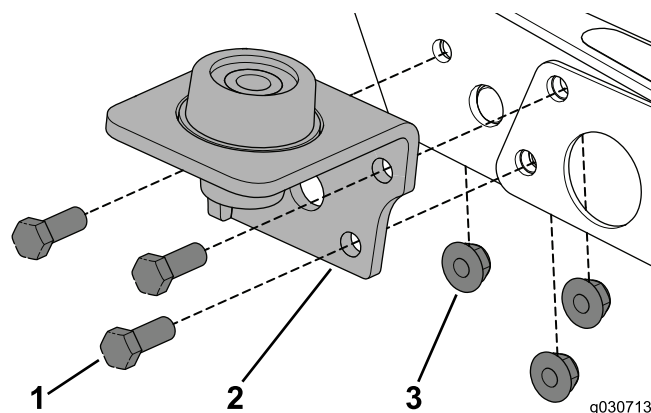

Рисунок 17
1. Снимите имеющиеся крепежные детали и установите крепление на машину при помощи 3 болтов (3/8 x 1 дюйм) и фланцевых гаек (Рисунок 17).